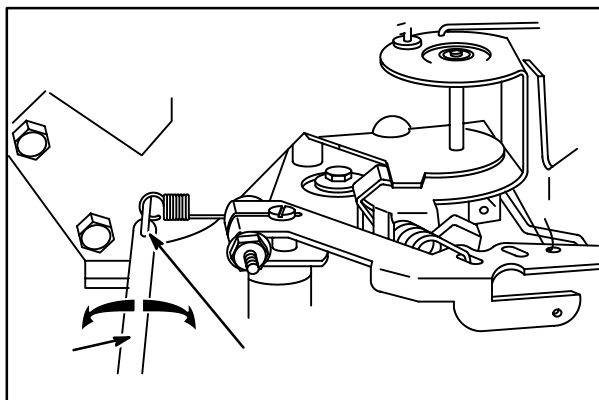

Fig. 12
5. Depois, gire o parafuso da mistura sem carga no SENTIDO ANTI-HORÁRIO (3) até que a velocidade do motor comece a diminuir (mistura RICA).
6. Rode o parafuso até a metade (2) entre a mistura POBRE e a RICA.
9. Se necessário, flexione o acoplador sem carga regulado (5) com a chave do acoplador 19352 (4), Fig. 12, para obter a RPM mostrada: